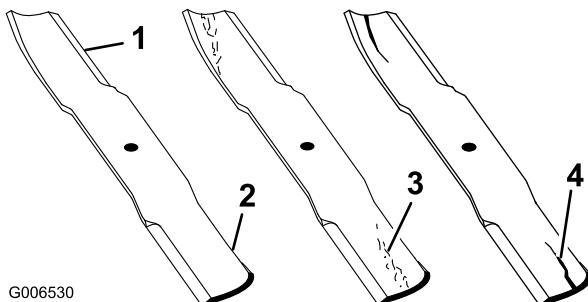

Figure 90
1. Examinez le tranchant des lames (Figure 90). Si les lames ne sont pas tranchantes ou si elles présentent des indentations, déposez-les et aiguisez-les. Voir Aiguiseage des lames.
2. Inspectez les lames, surtout la partie relevée (Figure 90). Remplacez immédiatement toute lame endommagée, usée ou qui présente une entaille (Figure 90).